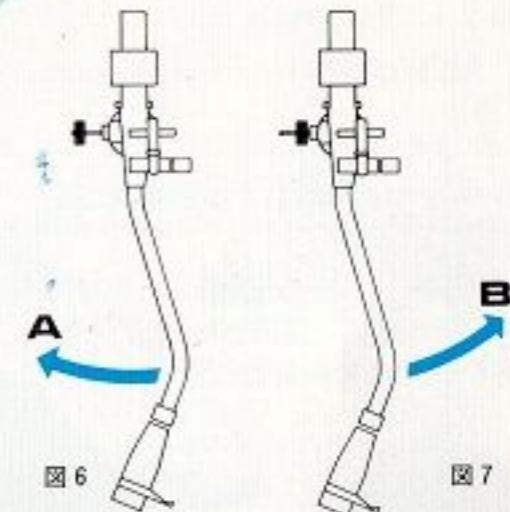

図6
- ①針圧を「0」にします。
- ②ラテラルウェイト④をラテラルシャフトに差し込みます。(写真11)
- ③プレーヤーの後部を持ち上げ、アームが流れる方向にラテラルウェイトをスライドさせ、アームが静止するよう調整します。
- I) ラテラルウェイト④を図6のようにラテラルシャフトの先端にセットしてもA方向に流れる場合は④⑤のラテラルウェイトを使用して調整してください。